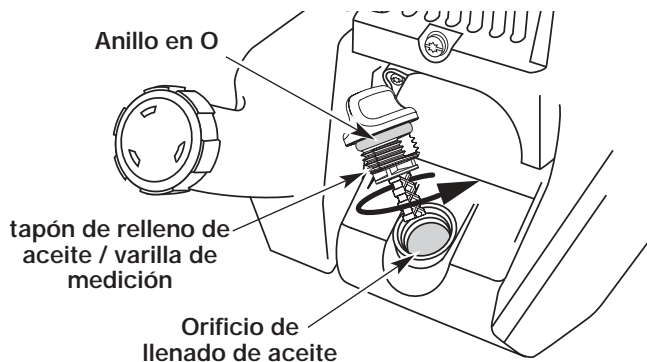

Fig. 16
6. Si el nivel está bajo, agregue una pequeña cantidad de aceite en el orificio de llenado de aceite y vuelva a medir (Fig. 16). Repita hasta que el nivel de aceite llegue hasta la parte superior de la varilla de medición.
**NOTA:** Verifique que el anillo en O esté en su lugar en el tapón de relleno de aceite / varilla de medición cuando mida y cambie el aceite (Fig. 16).